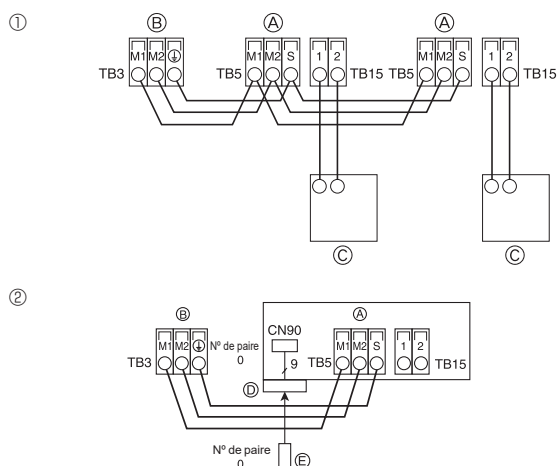

Fig. 4-8
4.5. Raccordement des câbles de télécommande et des câbles de transmission intérieur et extérieur (Fig. 4-8)
① Télécommande MA
② Télécommande sans fil (en cas d'installation d'un récepteur de signal sans fil)